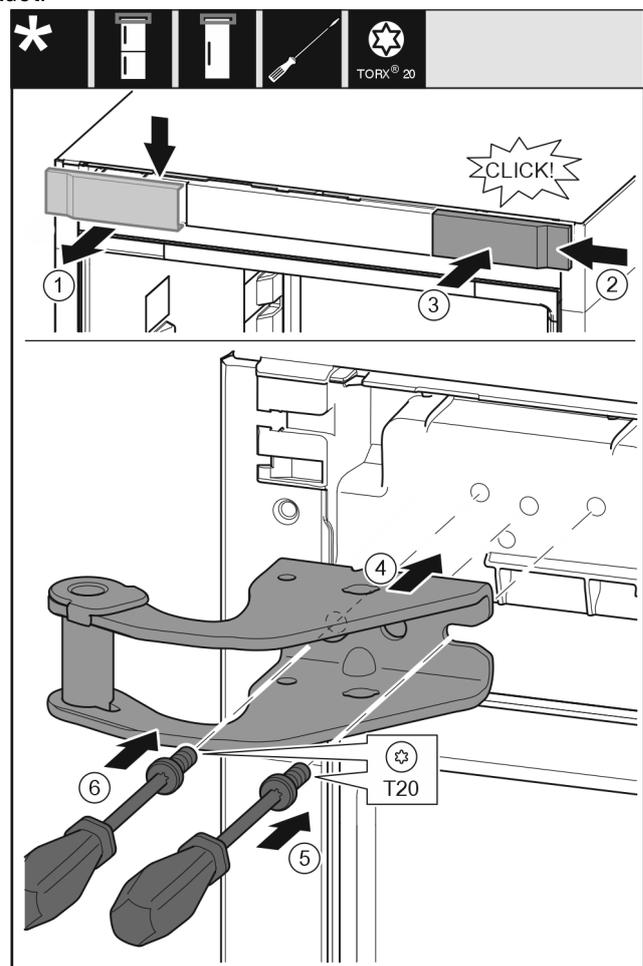

Fig. 31
- ▶ Ta av dekselet ovenfra og fremover. Fig. 31 (1)
- ▶ Monter dekselet fra høyre, dreid 180°, på den andre siden. Fig. 31 (2)
- ▶ La dekselet klikke på plass. Fig. 31 (3)
- ▶ Sett på den øvre lagerbukken. Fig. 31 (4)
- ▶ Sett skruen på og skru den fast med skrutrekker T20. Fig. 31 (5)
- ▶ Sett skruen på og skru den fast med skrutrekker T20. Fig. 31 (6)